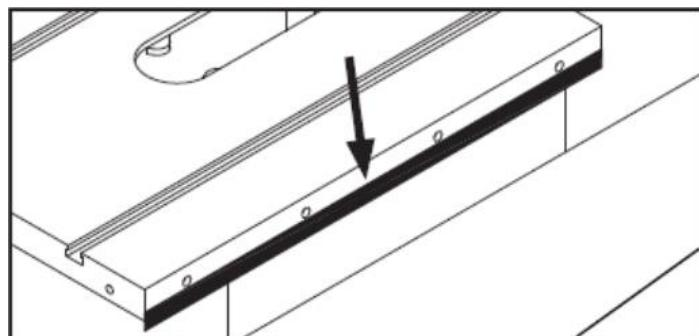

Рис. 7. Расположение клейкой ленты для поднятия расширительной консоли
- Если наружный конец расширительной консоли наклонён вниз, в качестве регулировочной прокладки для его поднятия следует использовать клейкую ленту по нижней кромке основного стола (см. рис. 7).